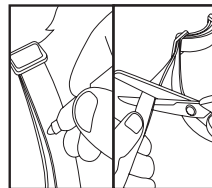

Fig. 7
3. Después de ajustarlo a la medida correcta, puede cortar el largo sobrante (Fig. 7).